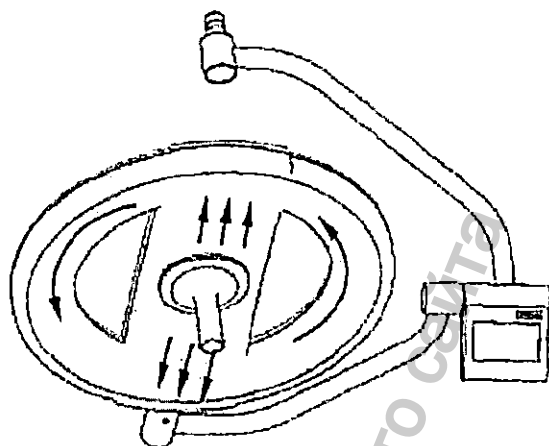

Рисунок 3-1 Чистка стекла
- При чистке и дезинфекции стеклянной части светильника ее следует протирать от центра к краям вокруг стерилизуемой рукоятки, а затем по радиусу, как показано на Рисунок 3-1. Не следует водить тряпкой вперед-назад или по кругу. Невыполнение данного требования может привести к повреждению поверхности стекла.